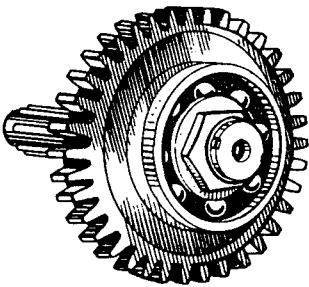

Bild 114. Vorderachsantriebswelle, komplett
2. Mutter anziehen und durch Einbiegen einer Kante in die Wellennut sichern. Zum Biegen sind nur Werkzeuge mit abgerundeten Kanten zu verwenden. Die komplette Vorderachsantriebswelle ist im Bild 114 gezeigt.